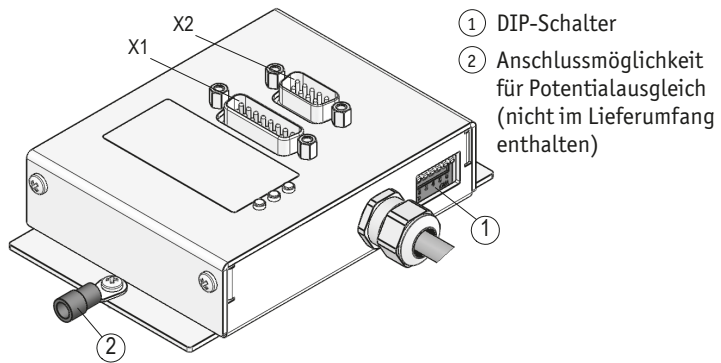

Abb. 8: Anschlüsse
Gerät über die zwei seitlichen Bohrungen auf einer ebenen Auflagefläche befestigen (siehe Abb. 8 und Befestigungsmaße siehe Datenblatt).
Quetschkabelschuh bei der Montage der Auswerteeinheit an die Anschlussmöglichkeit für Potentialausgleich (2) mit anschrauben (siehe Abb. 8 und Kapitel 4.3).
- X1: 15 pol. D-Sub Stift (siehe Abb. 8)
- X2: 9 pol. D-Sub Stift (siehe Abb. 8)